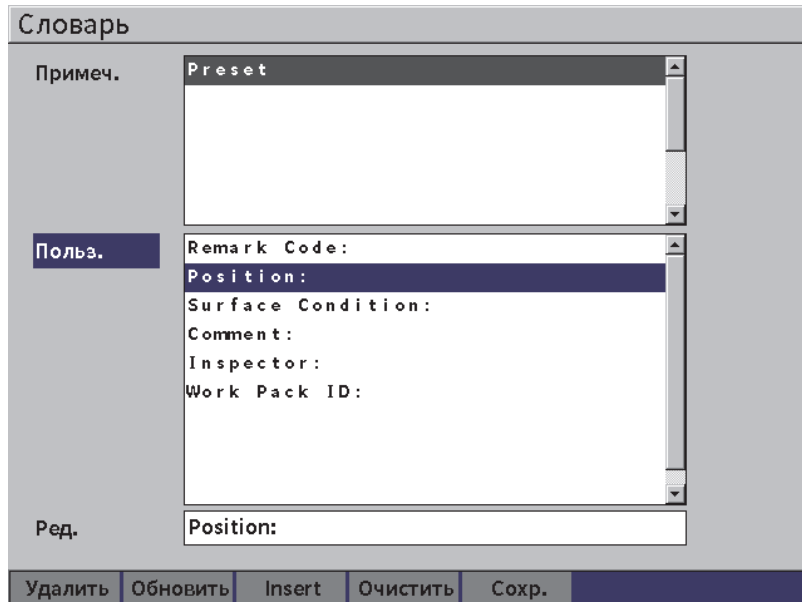

Рис. 9-20 Страница Словарь (Примечание)
3. Нажмите клавишу Tab для выбора **Польз.**, затем, с помощью ручки регулятора выберите одну из пользовательских меток (Рис. 9-20 на стр 147).